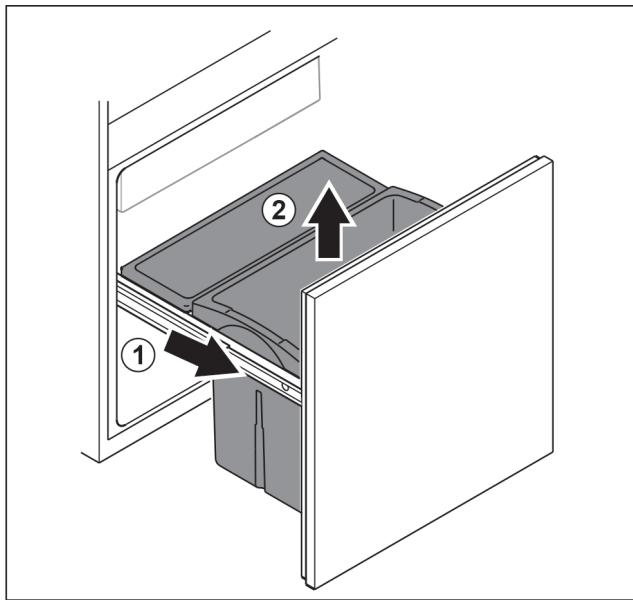

Fig. 89
- Витягніть витяжний візок до упору. Fig. 89 (1)
- Вийняти висувний ящик рухом вгору. Fig. 89 (2)